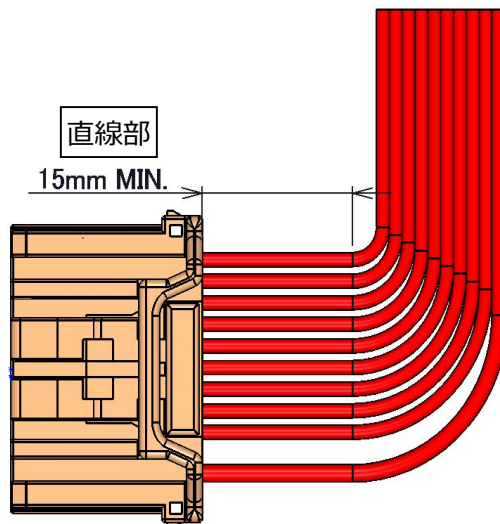

図 45.電線引き出し方法
- ①電線を横に引き出す場合は、ハウジングホールの中でメス端子が傾いたり、メス端子と側壁に過度な力が掛からない様に、図 45 に示すように直線部(最低 15 mm)を設けて下さい。
- ②直線部を設け、任意の R で電線を曲げて横方向に引き出してください。